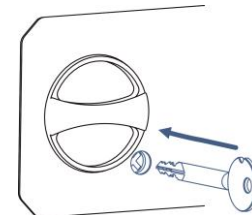

Рис. 5.3
- Вставьте ключ прорезью вверх и поверните до упора против часовой стрелки (Рис. 5.3)